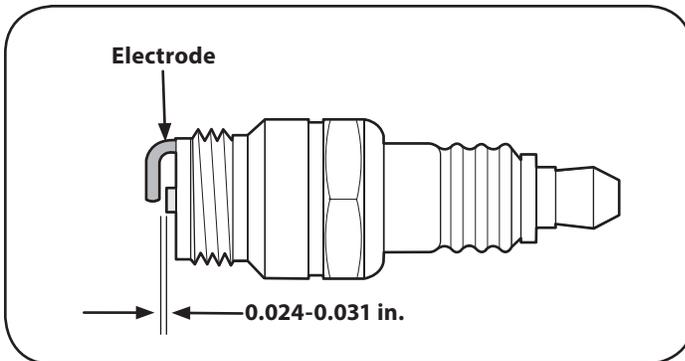

Figure 20
3. Mida la distancia entre electrodos con una galga. Corregir si es necesario, doblando el electrodo lateral. Vea la Figure 20. La brecha se debe establecer a 0.024-0.031.